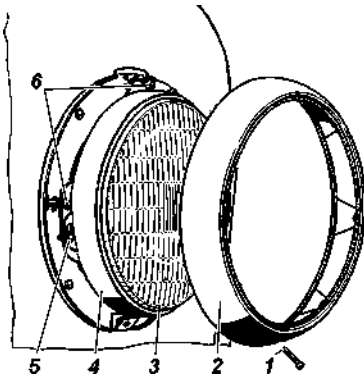
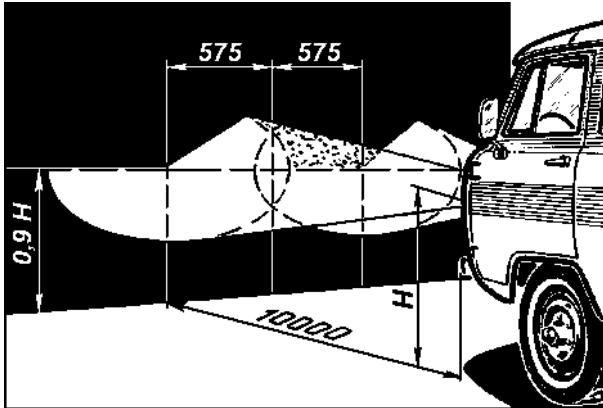

Abb. 9.38. Scheinwerfer:
Abb. 9.39. Markierungen auf dem Armaturenbrett zur Einstellung der Scheinwerfer: H – Abstand der Scheinwerfermitte vom Boden
Zum Austausch der Lampe im Scheinwerfer müssen Sie die Schraube 1 (Abb. 9.38) lösen und den Zierring 2 abnehmen. Lösen Sie die drei Schrauben 5 und nehmen Sie den Innenring 4 mit dem optischen Element 3 ab. **Nehmen Sie die Einstellung der Scheinwerfer in der folgenden Reihenfolge vor:**
3. Schalten Sie das Abblendlicht ein und stellen Sie, nachdem Sie einen der Scheinwerfer abgedeckt haben, den anderen mit den Schrauben 6 (Abb. 9.38) so ein, dass der Lichtfleck an der Wand oder auf dem Bildschirm wie in Abb. 9.39 dargestellt liegt. Die Einstellschrauben der Scheinwerfer sind symmetrisch zur Mitte des Scheinwerfers in der horizontalen Ebene angeordnet.